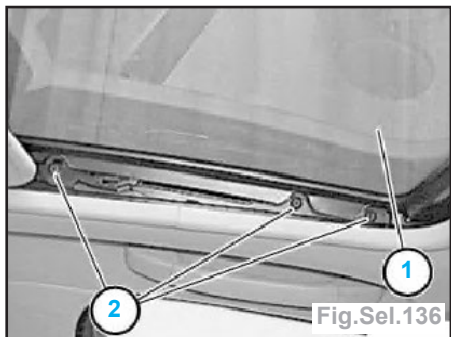

Fig.Sel.136
- faire coulisser le cadre de ciel de pavillon (ciel mobile) lentement en arrière jusqu'à la cote (A).
- Cote (A) = 90 mm.
- Desserrer les vis (1) à G et à D (fig.Sel.136).
- Régler la hauteur du panneau (1) par rapport au toit (2) à l'aide de l'outil spécial [00 9 315] (calibre de mesure des jeux d'ouverture).
Nota : remplacer les vis (1) pour la dépose et repose du panneau du toit ouvrant en verre (2) (fig.Sel.136).